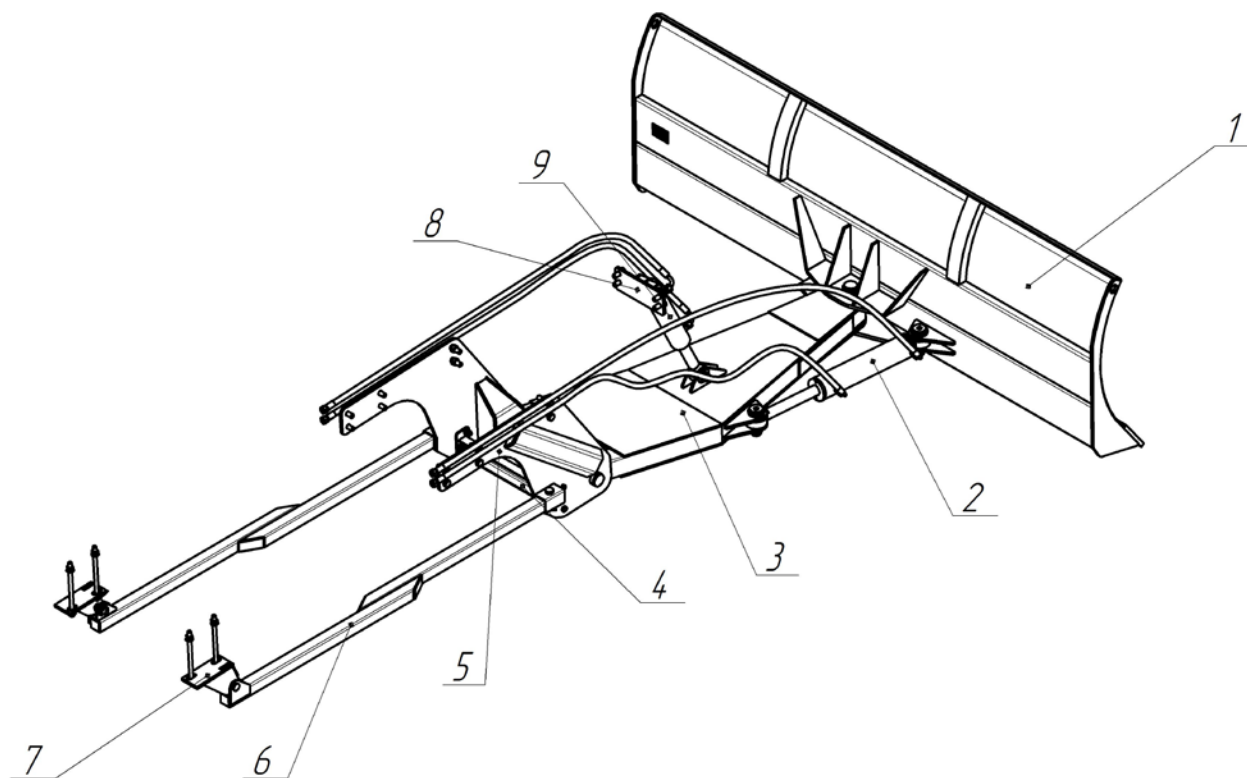

Рисунок 1.1 - Общий вид
1.3.1 Изделие состоит из лопаты (1), гидроцилиндра поворота лопаты(2), дышла (3), распорки (4), двух подрамников (5), двух тяг на задний мост, состоящих из 2 кронштейнов на задний мост (6) и двух тяг (7), кронштейна
гидроцилиндра подъёма (8), гидроцилиндра подъёма (9), комплекта гидравлического оборудования для подключения отвала к гидросистеме трактора (рис. 1.1).